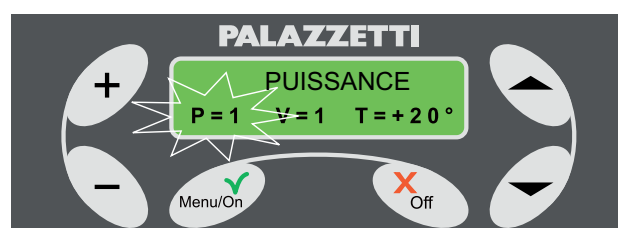

Fig. 1.7.2
- 2) appuyer sur Menu/On pour accéder : sur la deuxième ligne de l'écran s'affichent les sigles des paramètres de fonctionnement, Fig 1.7.2: